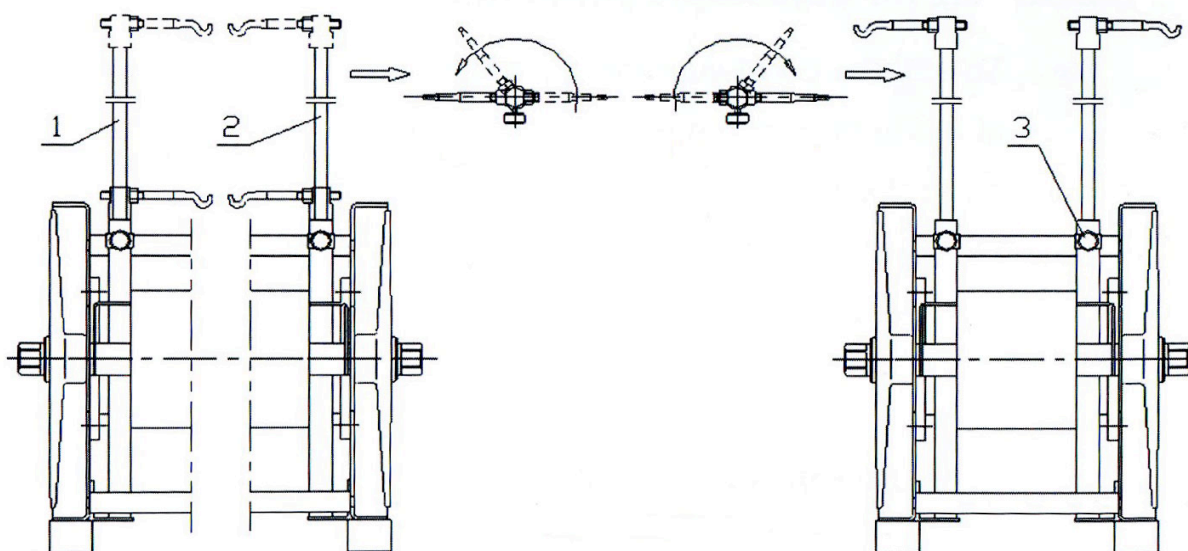

Рис. 2. Позиции. 1 Левая стойка. 2 Правая стойка. 3 Рифлёный винт.
- Чтобы увеличить длину стойки, ослабьте рифлёные винты (рис. 2).
- В свободном положении маятника внешний край ножа должен быть на расстоянии примерно 25 мм от края точильного диска. Отрегулируйте вращением стойку маятника, чтобы установить нож в таком положении (рис. 2).